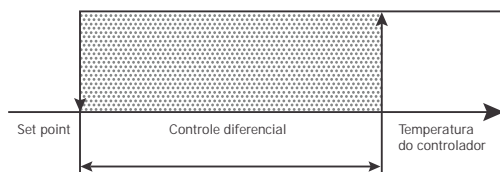

Fig. 3 - Controle de Temperatura
- Se o modo de operação paralela é selecionado, o controle de temperatura segue a diagrama na fig. 3; o diferencial e o set point para cada fase são os mesmos, e a segunda é ativada depois de ter esperado o tempo de atraso entre o início de compressores diferentes;